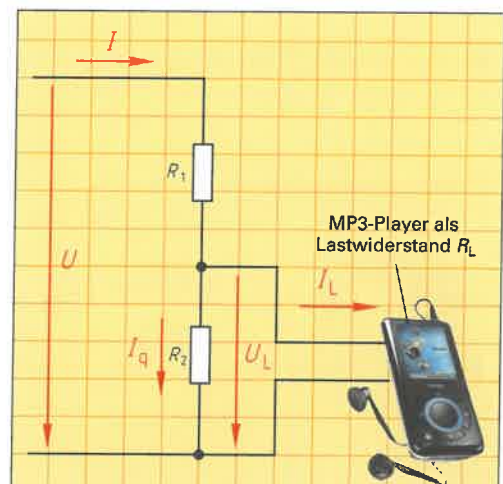

Bild 3: Belasteter Spannungsteiler
5. Tragen Sie in Bild 3 die fehlenden Spannungspfeile und Strompfeile für die Gesamtspannung  $U$ , die Ausgangsspannung  $U_L$ , den Belastungsstrom  $I_L$ , den Querstrom  $I_q$  und den Strom  $I$  ein.
6. a) Wodurch kann bei dem elektronischen Gerät (Bild 3) z. B. eine Vergrößerung des Laststromes  $I_L$  hervorgerufen werden?
9. Berechnen Sie bei einem Spannungsteiler (Bild 3, Blatt 3.7) mit  $R_1 = 1 \text{ k}\Omega$  und  $R_2 = 500 \Omega$  a) das Querstromverhältnis  $q$  für die Belastung mit  $R_L = 500 \Omega$  und b) das Querstromverhältnis  $q$  für die Belastung mit  $R_L = 5 \text{ k}\Omega$ .
14. Bei einem belasteten Spannungsteiler zur Erzeugung der Versorgungsspannung für einen MP3-Player (Bild 3, Seite 40) soll die Ausgangsspannung  $U_2 = 3 \text{ V}$  betragen. Der Laststrom  $I_L$  beträgt  $50 \text{ mA}$ , das Querstromverhältnis  $5$  und die Betriebsspannung  $12 \text{ V}$ . Berechnen Sie die Widerstände  $R_1$  und  $R_2$  und wählen Sie beide Widerstände nach der Normreihe E12.